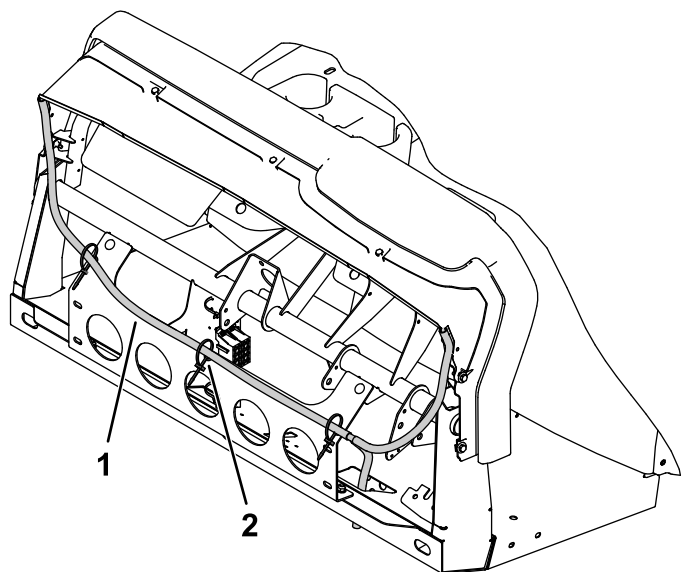

Figure 43
5. En commençant du côté passager, faites passer le tube transparent connecté dans le plancher (avec la pédale d'embrayage) jusqu'au côté conducteur de la machine (Figure 43).
6. Attachez le tube transparent connecté avec les 3 serre-câbles magnétiques et les 3 serre-câbles ordinaires (Figure 43).